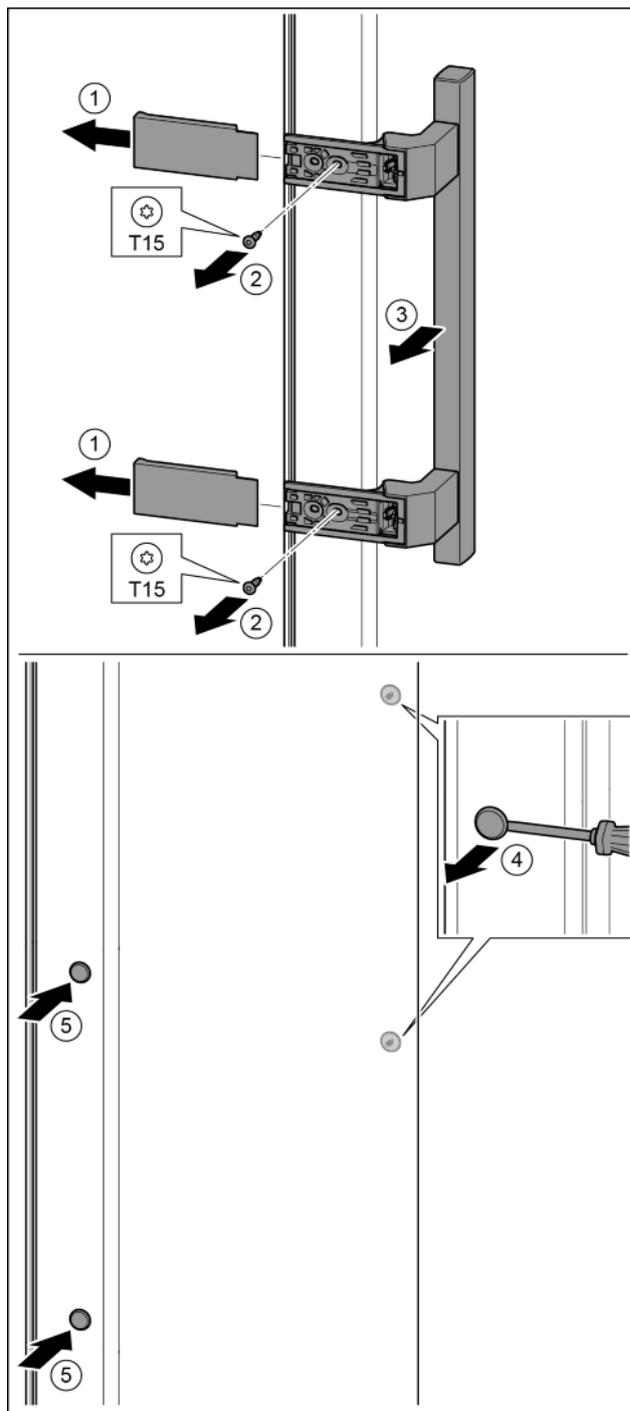

Fig. 17
- ▶ Снять крышку. Fig. 17 (1)
- ▶ Выкрутить винты отверткой T15. Fig. 17 (2)
- ▶ Снять ручку. Fig. 17 (3)
- ▶ Осторожно приподнять шлицевой отверткой боковые заглушки и вынуть их. Fig. 17 (4)
- ▶ Заглушки снова вставить с другой стороны. Fig. 17 (5)